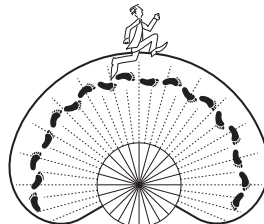

Figura 8
- Camine por el área de cobertura y note dónde está usted cuando las luces se encienden. Además, la LED roja detrás de la lente del detector de movimiento destellará varias veces cuando se detecta movimiento (vea la Figura 8).